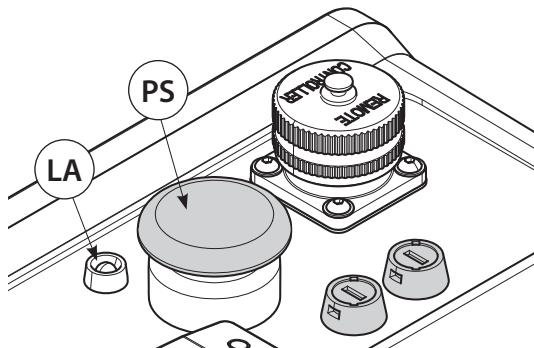

FIG. 3
- *En cas de besoin, appuyer à fond sur le bouton mécanique de décompression (PS) (Fig. 3) placé sur le groupe pour obtenir le retour de l'huile dans le réservoir même en absence d'énergie électrique.*
La pompe est équipée d'un système de diagnostic, l'allumage de la LED jaune (LA) Fig. 3 signale une éventuelle anomalie de fonctionnement et par conséquent ***le blocage de la pompe.***
- L'ALLUMAGE DE LA LED JAUNE signale l'intervention de la protection thermique à l'intérieur du moteur électrique, normalement causé par une utilisation intensive et prolongée de la pompe. Pour rétablir le fonctionnement de la pompe, attendre le refroidissement du moteur, l'éteindre et ensuite l'allumer de nouveau par l'interrupteur général (IG).